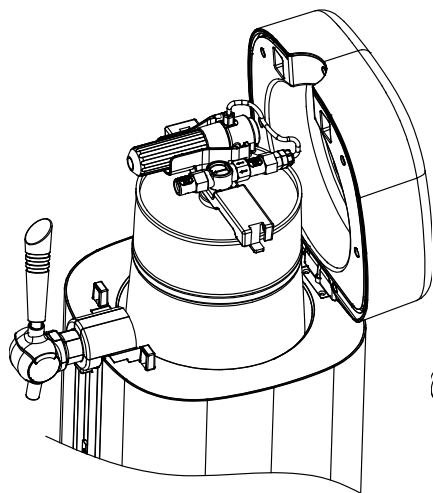
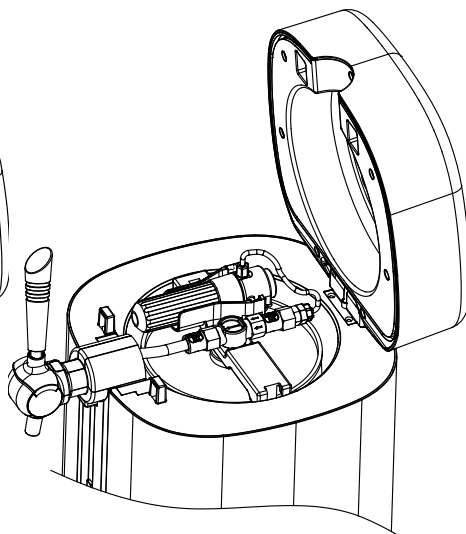

Abbildung 12
Abbildung 13
3. Drücken Sie die Taste am oberen Deckelteil mit einer Kraft von 60-80 N (wie in Abbildung 2 gezeigt), um den oberen Deckel der Bieranlage zu öffnen, und stellen Sie dann das mit dem Weinspender ausgestattete Bierfass in den Kühlraum der Bieranlage (wie in Abbildung 12 gezeigt), und verbinden Sie den Weinausschussanschluss des Zapfhahns mit der Schnittstelle der Weinspenders (wie in Abbildung 13 gezeigt).